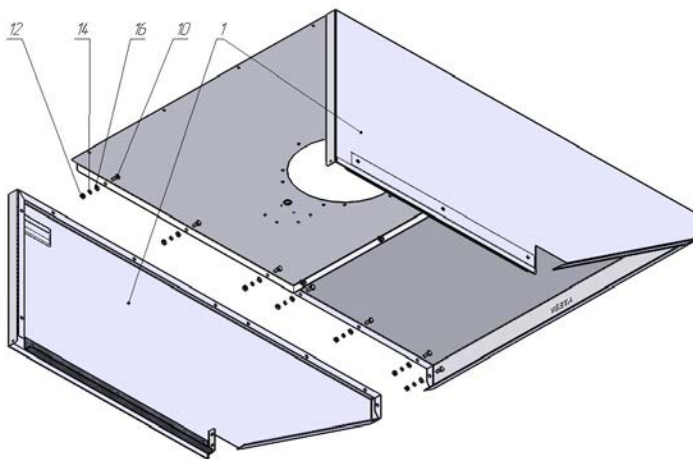

Рис. 3
3.3.4. На собранный каркас установить стенку заднюю поз. 7 (Рис. 3) и закрепить комплектом крепежа поз. 10, поз. 12, поз. 14, поз. 16, поз. 17 (Рис. 3). Затянуть крепёж. Установить панель поз. 5 (Рис. 3) и закрепить крепёжом поз. 10, поз. 12, поз. 14, поз. 16 (Рис. 3).